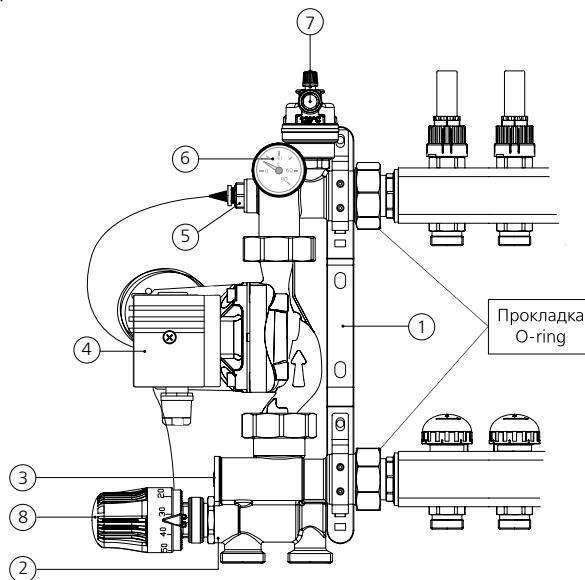
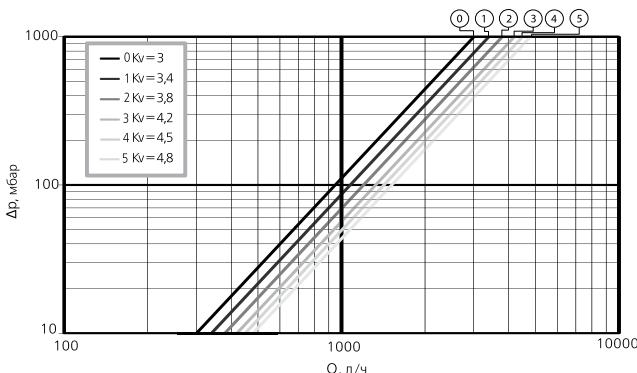

Рис.1
Рис. 3
2. при помощи монтажного кольца головки закрепите её на смесительном клапане (рис. 1 поз. 2);
3. поместите датчик в гнездо температурного датчика (рис. 1 поз. 5);
Согласно приведённой ниже диаграмме (рис. 3), расходу 1032 л/ч, соответствуют 6 разных кривых  $\Delta P_{valv}$  при разных настройках байпаса (рис. 1 поз.3): чем меньше открыт байпас, тем быстрее достигается требуемая температура на подаче, и наоборот, при максимально открытом байпасе увеличивается расход и одновременно сокращается колебание температуры подачи, связанное с открытием-закрытием различных зон, на которые разделяется система отопления.
Температура подачи низкотемпературного контура отопления задаётся на терmostатической головке (рис. 1 поз.8), с диапазоном установки от 20 до 65 °C, и поддерживается постоянной благодаря действию терmostатического клапана.